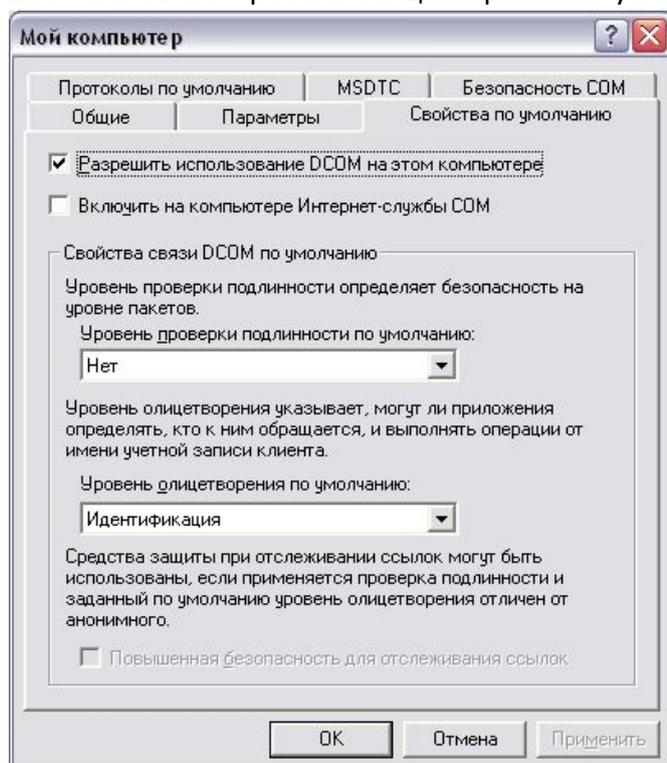

Рис. 10 Настройка DCOM – Свойства по умолчанию: Мой компьютер
2. Выбрать страницу ‘Свойства по умолчанию’ (Рис. 10).